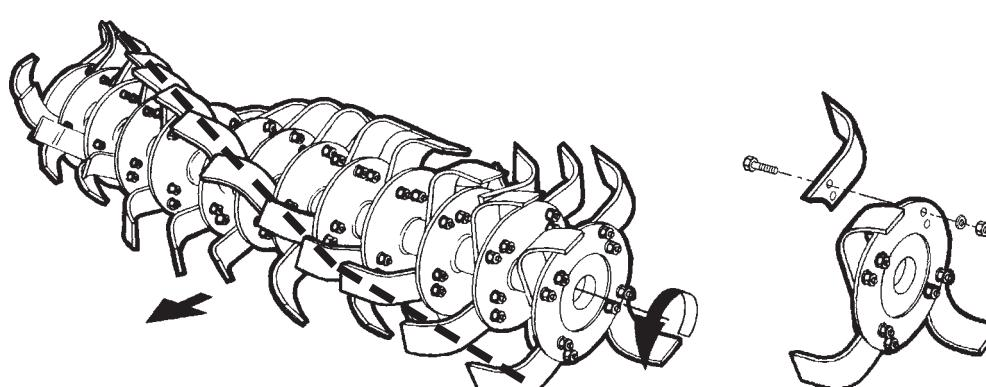

Fig. 21
Controllare giornalmente la loro usura o integrità. Qualora durante il lavoro dovessero per cause accidentali piegarsi (o rompersi) è necessario sostituirle immediatamente avendo l'accortezza di rimontare la nuova zappetta nella identica posizione di quella da sostituire (Fig. 21). Se fosse necessario sostituire più zappette, è consigliabile effettuare le operazioni di smontaggio e montaggio, sempre una
*Check the degree of wear and condition of the hoe blades each day. If the blades should accidentally bend (or break) during work, they must be immediately replaced. Remember to mount the new hoe blade in exactly the same position as the old one (Fig. 21). If several hoe blades must be replaced, it is advisable to remove and assemble one hoe blade at a*
Die Hackmesser, mit der die Maschine ausgerüstet wird, eignen sich zur Bearbeitung von Boden mit normaler Beschaffenheit. Sie sind täglich auf ihre Unversehrtheit und ihren Verschleiß-zustand zu prüfen. Sollten sie bei der Arbeit verbiegen oder zu Bruch gehen, müssen sie sofort ersetzt werden. Dabei ist zu beachten, daß man das neue Hackmesser an der gleichen Stelle montiert, an der sich das beschädigte befand (Abb. 21). Sollten gleich mehrere Hackmesser zu ersetzen sein, sollte man jeweils ein Hackmesser
I bulloni che fissano le zappette devono avere la testa dalla parte delle zappette e il dado con relativa rondella dalla parte della flangia (Fig. 21).
Se si devono sostituire le zappette, fare attenzione che le nuove assumano la posizione di quelle smontate (Fig. 21).
**The heads of the bolts fixing the hoe blades in place must be on the side of the hoe blades themselves, while the nut with relative washer must be on the flange side (Fig. 21).**
If the hoe blades must be changed, remember to set the new blades in the same positions as the demounted ones (Fig. 21).
**Die Schrauben, mit denen man die Hackmesser befestigt, müssen den Kopf auf der Seite des Hackmessers und die Mutter mit der Unterlegscheibe auf der Flanschseite haben (Abb. 21).**
Wenn man die Hackmesser ersetzen muß, darauf achten, daß die neuen in der Position der ersetzen am Hackstern angebracht werden (Abb. 21).
**Les boulons de fixation des couteaux doivent avoir la tête côté couteau et l'écrou avec la rondelle côté flasque (Fig. 21).**
En cas de remplacement des couteaux, veillez surtout à ce que les nouveaux couteaux occupent les positions de ceux démontés (Fig. 21).
**Los bulones que fijan las azadillas deben tener la cabeza de la parte de las azadillas y la tuerca con la relativa arandela de la parte de la brida (Fig. 21).**
Cuando sustituimos azadillas respetar la posición de las azadillas desmontadas (Fig. 21).